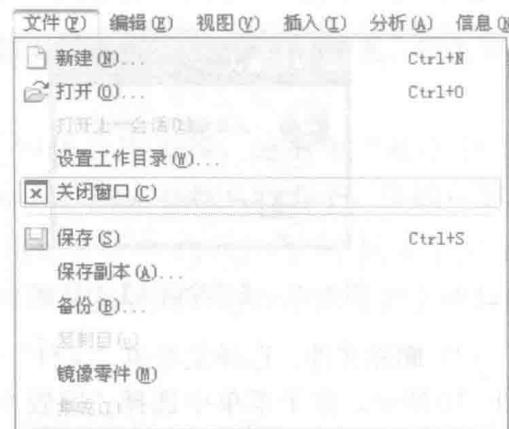

图 1-13 关闭窗口
(1) 关闭窗口。选择主菜单“文件”→“关闭窗口”命令，如图 1-13 所示，则可关闭图形窗口；或选择主菜单“窗口”→“关闭”，如图 1-14 所示，也可关闭图形窗口。